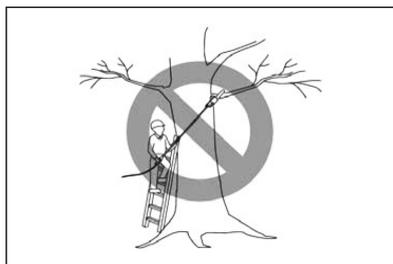

Fig. 27
- > N'utilisez jamais cet appareil debout sur une échelle ou tout autre support instable. Les supports instables provoquent des accidents (fig. 27).